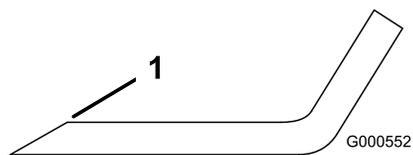

Figure 107
1. Au moyen d'une lime, aiguissez les tranchants à chaque bout de la lame (Figure 107).
Remarque: Si la lame est déséquilibrée, limez un peu l'extrémité de l'ailette seulement (Figure 107).